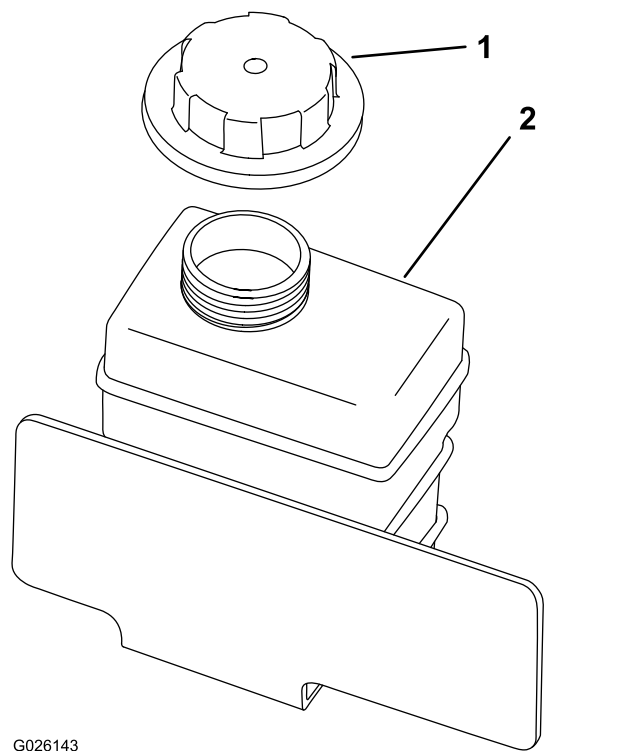

Figura 55
8. Llène lentamente el depósito auxiliar de refrigerante hasta que el nivel llegue al borde inferior del cuello de llenado (Figura 55).
9. Instale el tapón del depósito auxiliar (Figura 55).